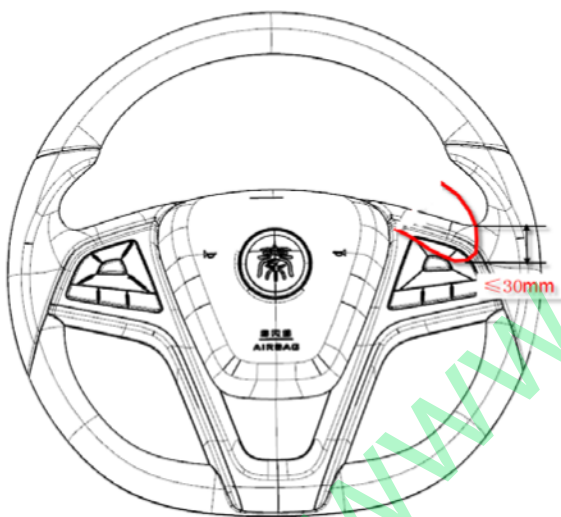

图3-5 转向盘自由行程示意图
- 2) 向左或向右轻轻转动转向盘，检查转向盘的自由行程。如图3-5所示，转向盘最大自由行程不大于30mm。如果自由行程超过最大值，需检查转向系统。